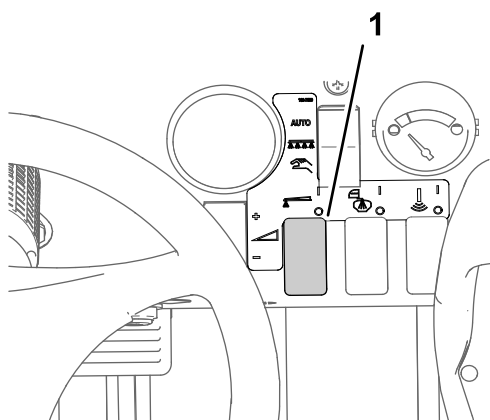

图 35
8. 使用喷洒率开关以获得随打药机提供的喷嘴选择指南里指定的喷洒压力图 35。